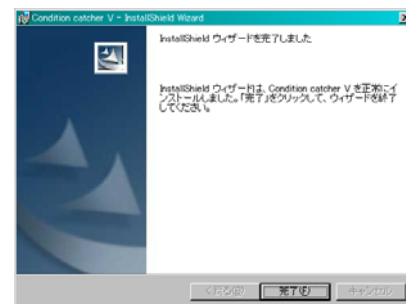

図9. インストール画面6
- ⑥正常にインストールを完了すると図9の画面が表示されますので『完了』ボタンをクリックしてください。